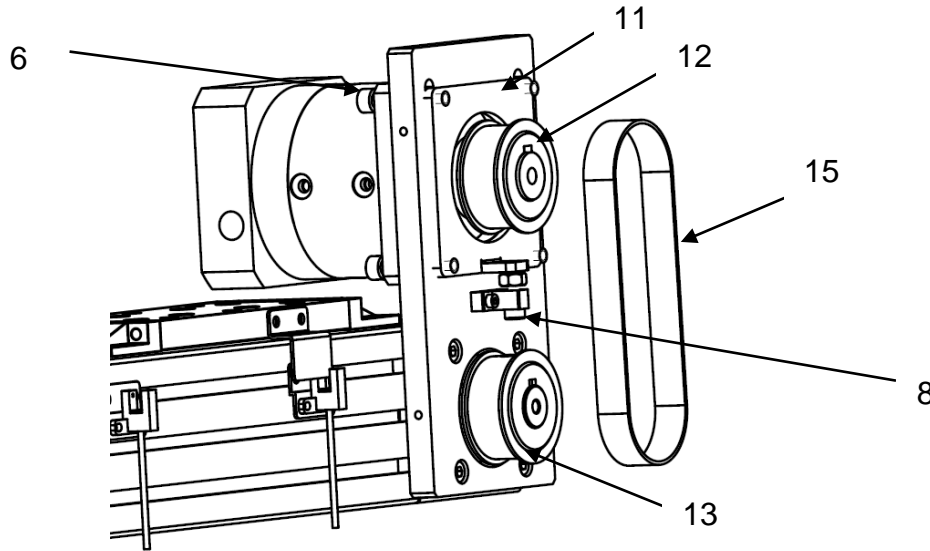

Рисунок 15 – Установка ремня.
5) установить зубчатый ремень (поз. 15) на шкивы (поз. 12 и 13) (см. рисунок 15). Натянуть ремень с помощью регулировки монтажной пластины (поз. 11) винтом и гайкой (поз. 8). Затянуть винты редуктора (поз. 6). Натяжение ремня осуществляется согласно приложению Б;